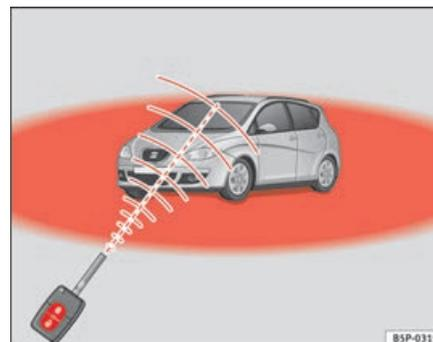

Fig. 65 Périmètre d'action de la radiocommande
- La radiocommande fonctionne uniquement lorsque vous vous trouvez dans le périmètre d'action ⇒ page 105, fig. 65 (zone rouge).